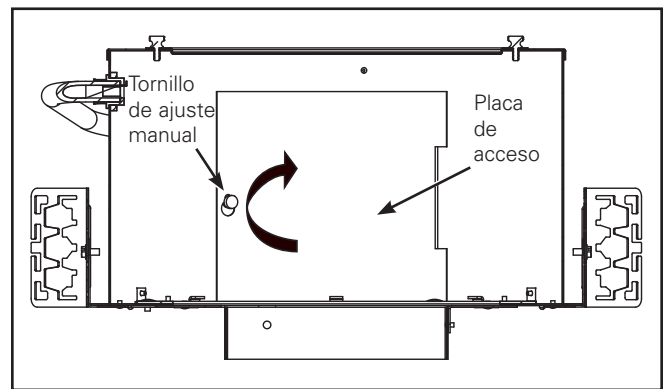

Figura 14.
1. Si estuviera por debajo del cielo raso, retire la unidad de la moldura del alojamiento y afloje el tornillo manual, rote ligeramente la placa de acceso en sentido horario y tire para quitarla (Figura 14).